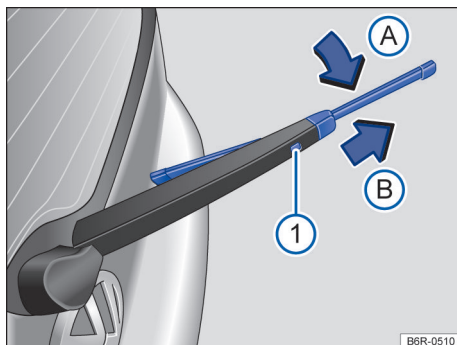

Fig. 109 Substituir a palheta do limpador do vidro traseiro.
- Manter o botão de destravamento → Fig. 109 ① pressionado.
- Virar a palheta do limpador do vidro na direção do braço do limpador → Fig. 109 (seta A) e, ao mesmo tempo, retirar no sentido da seta B). Para isso, poderá ser necessário um esforço um pouco maior.
- Introduzir a nova palheta do limpador do vidro traseiro **de mesmo tamanho e modelo** no braço do limpador do vidro traseiro no sentido contrário da seta → Fig. 109 B) até que ela se trave. Para isso o braço do limpador deve estar na posição rebaixada (seta A).